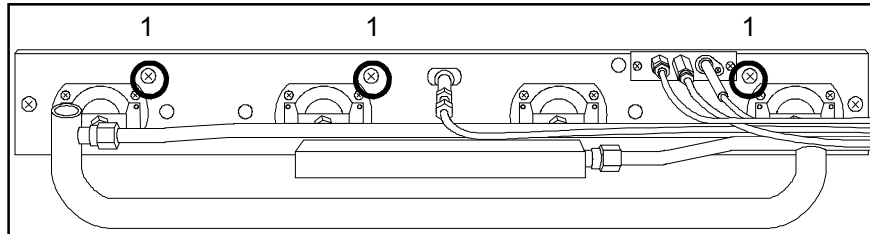

ABB.17 (Auswechseln des Brenners der Zwischenzündung)
- Die 3 Befestigungsschrauben der Brennerauflagen abschrauben (**ABB.17-Ref.1**);